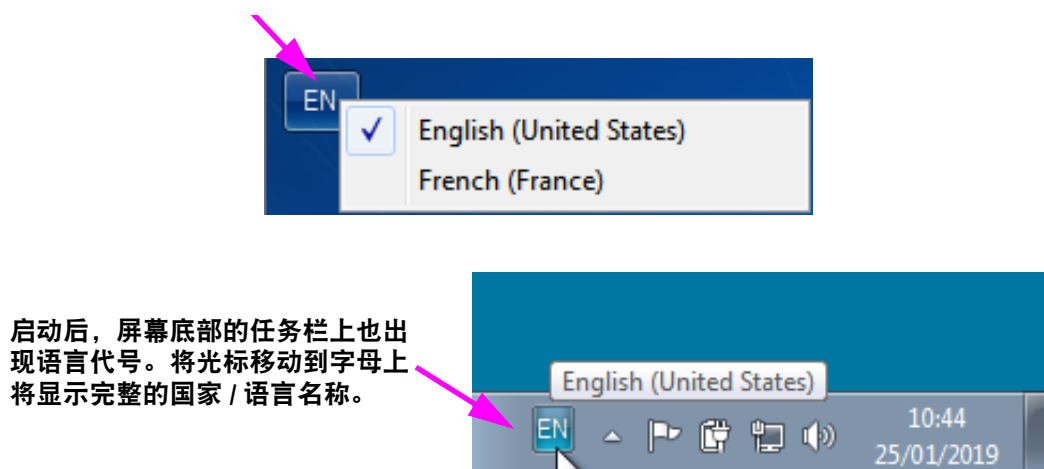

图 C-19. 下拉式语言菜单 - 欢迎屏幕 (Windows 7)
2. 单击两字母图标，出现与 图 C-19 中左侧显示的菜单相似的菜单。